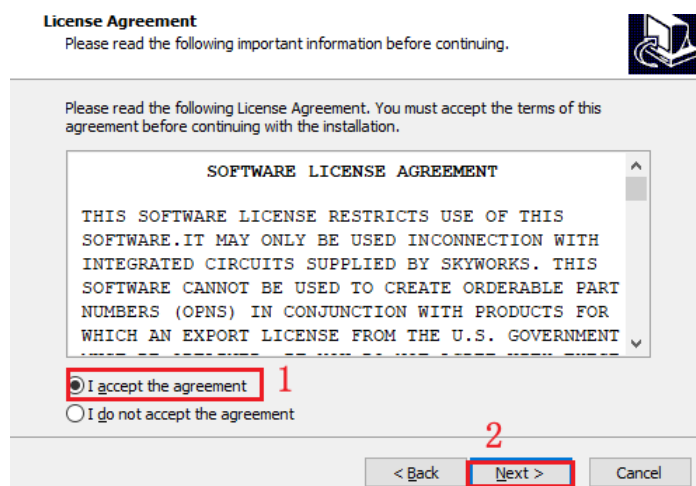

图 12.7 软件许可协议界面
3. 进入软件许可协议界面，选择“I accept the agreement”，操作如下图 12.7 所示。